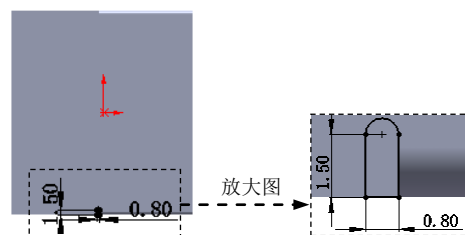

图 9.20 横断面草图
② 定义横断面草图。在草图环境中绘制图 9.20 所示的横断面草图。
(3) 定义切除深度属性。在“切除—拉伸”对话框的 **方向 1** 区域选中 ☒ **与厚度相等(L)** 复选框和 ☒ **正交切除(N)** 复选框, 其他采用系统默认设置值。
(4) 单击  按钮, 完成切除—拉伸 1 的创建。